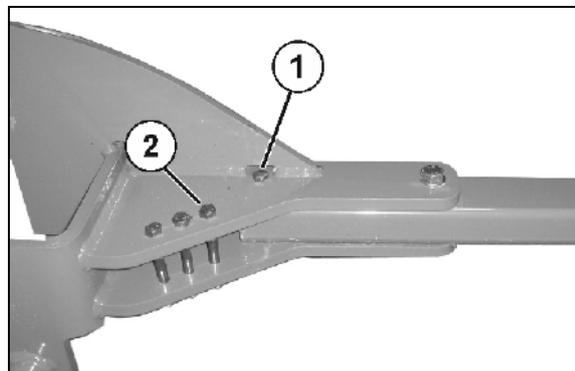

Fig. 36
- o Cisaillement (Fig. 36 / 1)
- o Boulon de cisaillement de remplacement Fig. 36 / 2)